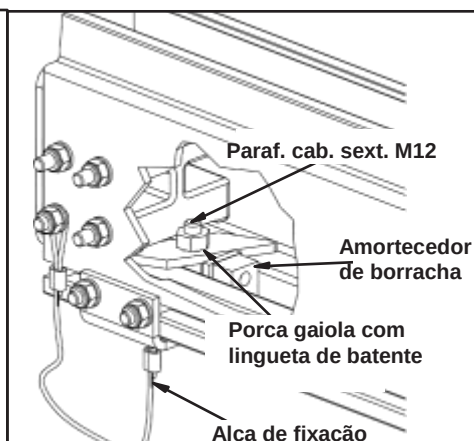

Figura 3-42
- Etapa 1. Verifique se o amortecedor de borracha está voltado para a carga. Consulte a Figura 3-42. Solte a porca gaiola com a lingueta do batente até que fique nivelada com a extremidade do parafuso.
- a. Batente redundante:** Insira a porca gaiola com a lingueta do batente na ranhura do trilho inferior próximo do tampão de extremidade. Aperte o parafuso de cabeça sextavada M12 x 80 mm até que esteja fixo. O aperto girará a lingueta do batente retentor até que ela envolva a parede lateral interna, capturando o trilho interno do batente. Fixe a alça em qualquer parafuso do tampão de extremidade. Consulte a Figura 3-42.